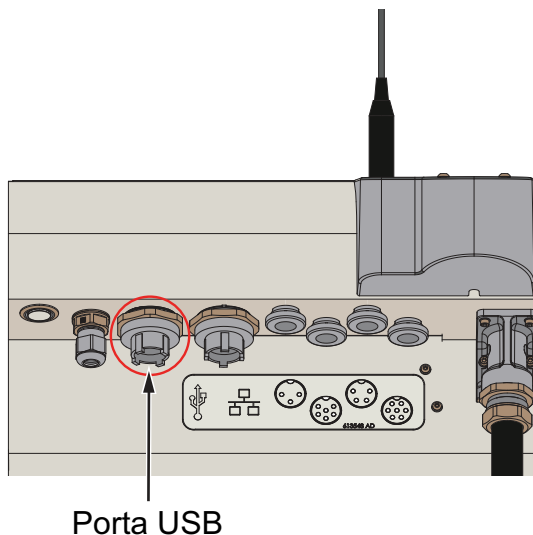

Figura 4-12: Local do USB
1. Localize a porta USB na parte traseira da impressora (consulte Figura 4-12) e insira o USB.